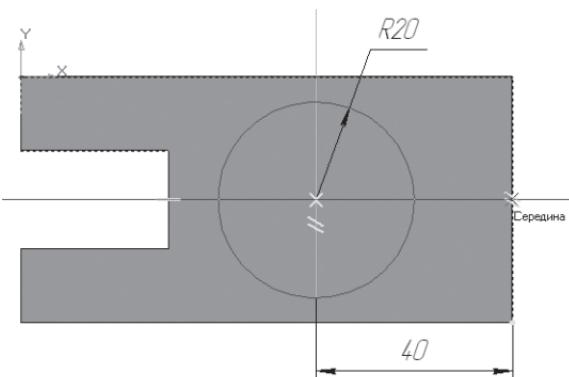

Рис. 304
- с помощью параллельных прямых, горизонтальной прямой и глобальной привязки Середина найдите центр цилиндра и постройте окружность радиусом 20 мм (рис. 304);